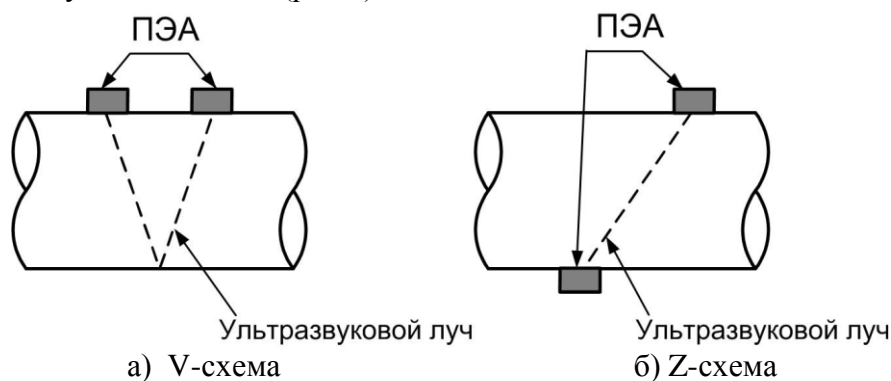

Рис. 2 - Схемы установки ПЭА на трубопроводе.
где n – коэффициент, зависящий от схемы установки ПЭА (рис.2):
1.5.1.6 Накладные ПЭА устанавливаются на наружную стенку трубопровода без его вскрытия по следующим схемам (рис.2):